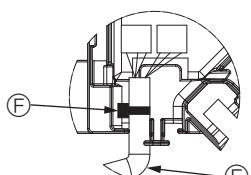

Fig. 10-10
- За допомогою ременя закріпіть провід двигуна заслінок панелі в з'єднувальній коробці, як показано на схемі. (Fig. 10-10)